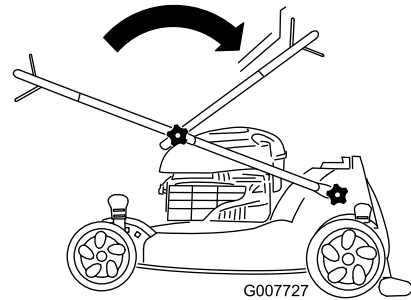
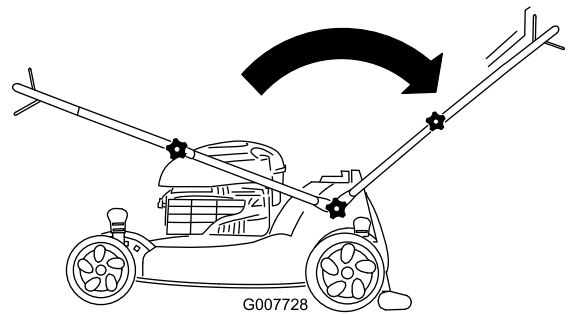

Figure 3
Figure 4
- 1. Dépliez le guidon comme illustré à la Figure 3 et Figure 4.